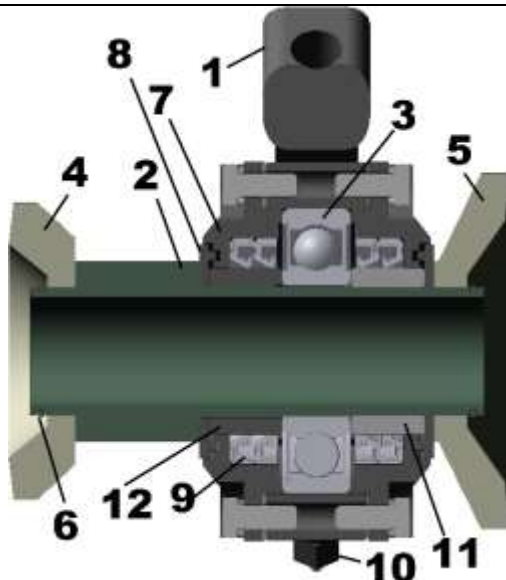

Рисунок 3 – Корпус подшипника
3.6 Подшипниковый узел (рис.3) состоит из корпуса 1, в который на подшипнике 3 устанавливается ось 2. По краям оси устанавливаются внутренний 4 и наружный 5 фланцы, и фиксируются при помощи колец 6.